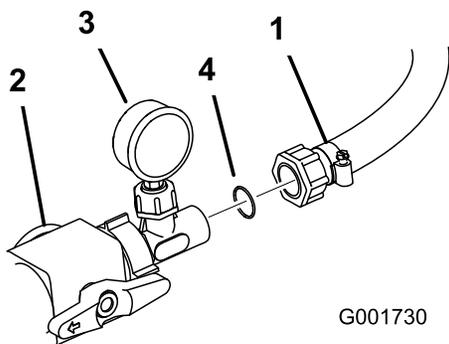

Bild 17
18. Setzen Sie einen O-Ring aus Kunststoff zwischen das Druckmanometer und den Schlauch ein, der zur Trommel führt. Schließen Sie den Schlauch an den Teilen an (Bild 17). Ziehen Sie die Kunststoffmutter am Schlauch an, um das Druckmanometer zu befestigen.